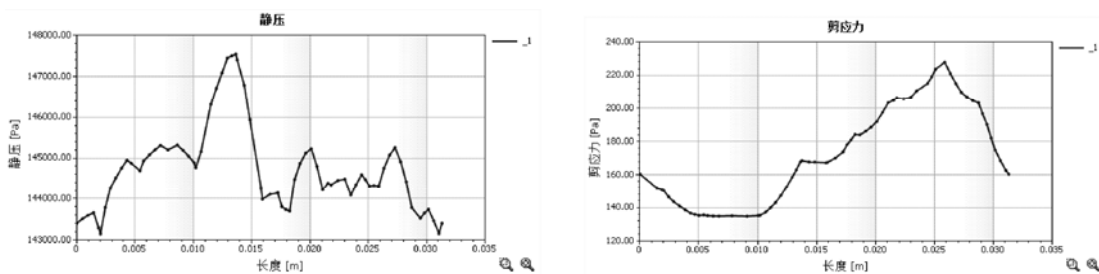

图 12-28 查看“XY 参数”操作
- “XY 参数”：可以图标形式显示某条边线处的结果值情况，如图 12-28 所示。